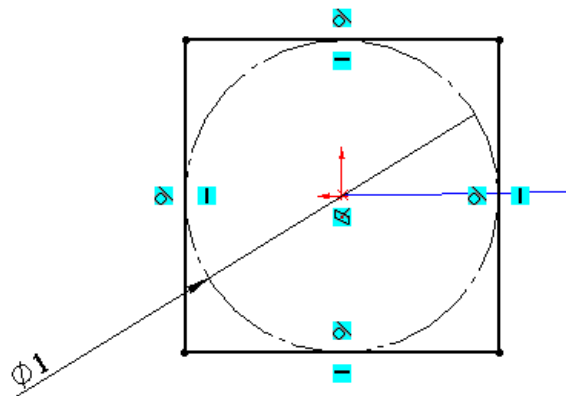

Рис. 5.2.6. Ескіз для протягування гровера
5. На даній площині нарисуйте ескіз перерізу гровера (рис. 5.2.6).